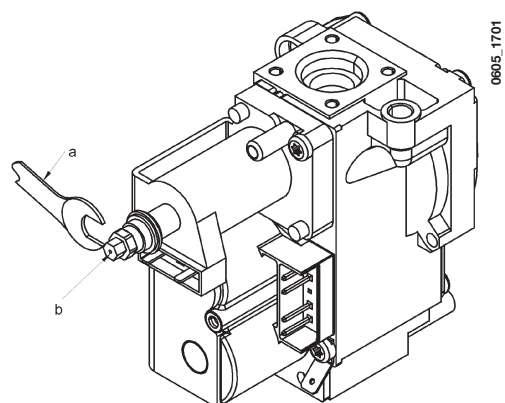

Figure 9
- régler la vis en laiton (**a**) Fig. 9 jusqu'à obtenir les valeurs de pression indiquées dans le tableau 1;
- débrancher le câble d'alimentation du modulateur et desserrer la vis (b) Fig. 9 jusqu'à atteindre la valeur de pression correspondant à la puissance réduite (voir tableau 1) ;